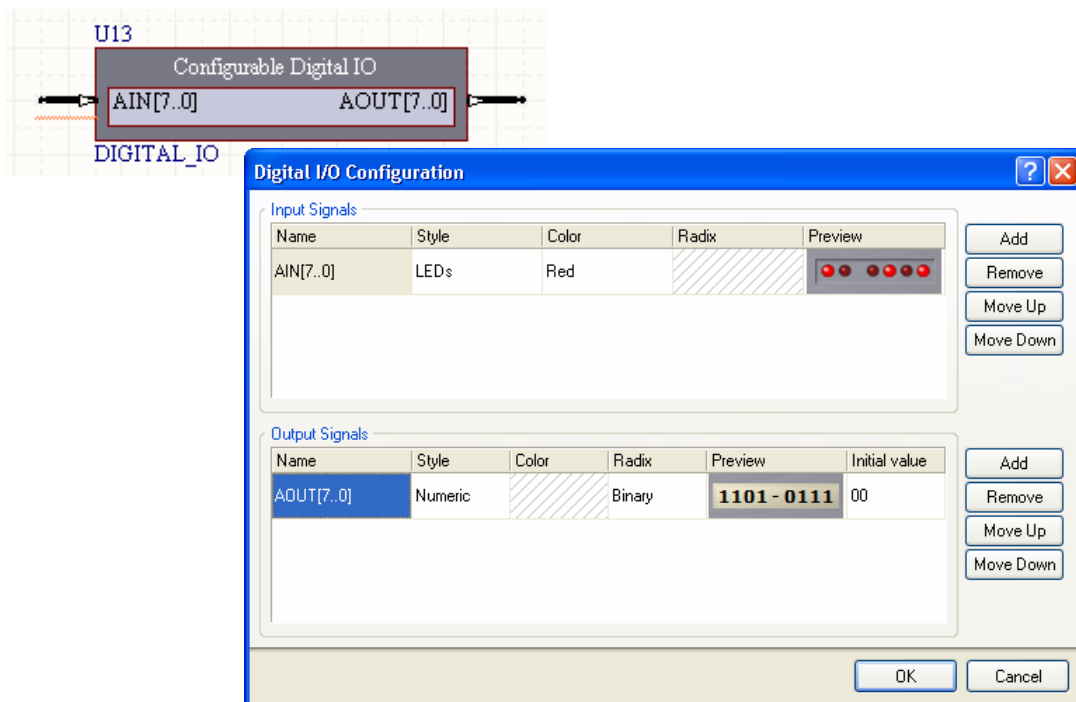

図 33 デジタル I/O 計器構成のコントロールにアクセス
3. 計器を右クリックして、**Configure U13 (DIGITAL_IO)** をメニューから選択。 *Digital I/O Configuration* ダイアログにアクセスします (図 33)。注意していただきたいのは、デフォルトで、計器の構成がシングル 8-bit 入力バス (`A_IN[7..0]`)、シングル 8-bit 出力バス (`A_OUT[7..0]`) になっていることです。